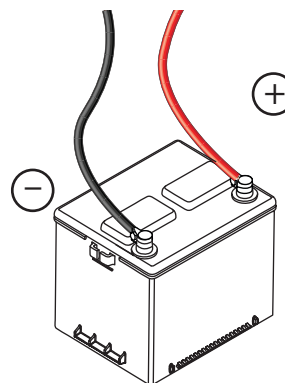

Figure 4-9. Câbles de batterie
- Voir la **Figure 4-9**. Inspectez les bornes et les câbles de la batterie pour vous assurer qu'ils sont bien serrés et qu'il n'y a pas de corrosion. Resserrez-les et nettoyez-les si nécessaire.